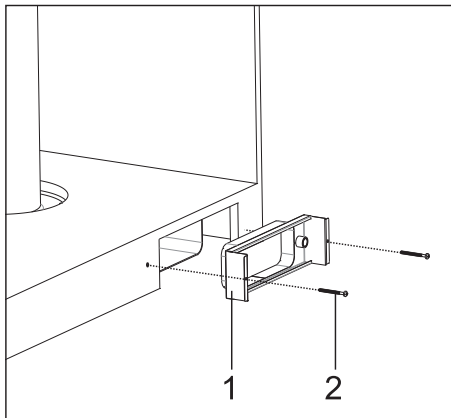

Abb. 27
- 2.** Die Verbindungsschraube (Abb. 27/1) abschrauben und die Aktivkohlefiltergehäuse raus nehmen (Abb. 27).